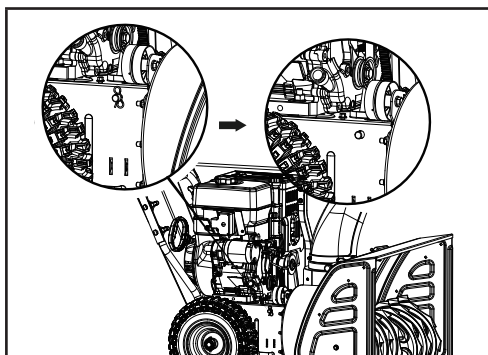
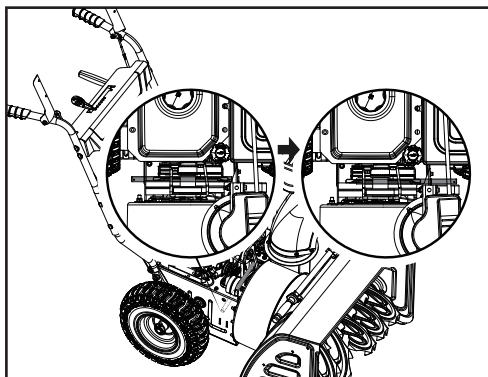

Figure 25A
Figure 25B
2. Retirez la pince et la rondelle (figure 25A), tirez la tige de soutien de moitié de l'autre côté de la souffleuse (figure 25B).